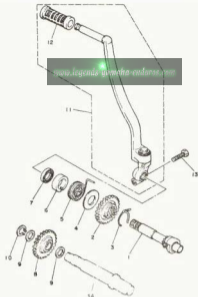

Bild 141
Kickstarteinheit (Bauteil 11 in Bild 141) versetzt die Kickstartwelle in Drehung. Diese überträgt ihre Drehkraft auf das Kickstartzahnrad (2) mit 24 Zähnen. Das Zwischenrad (8) überbrückt mit seinen 25 Zähnen den Abstand zur Nabe des Kupplungskorbs, die ihrerseits ein Zahnrad mit 19 Zähnen trägt. Aus dieser Zahnpaarung ergibt sich eine Übersetzung ins Schnelle. Vom Kupplungskorb wird die Drehbewegung über die Zahnradpaarung des Primärtriebs im Verhältnis 19:68 erneut ins Schnelle übersetzt auf die Kurbelwelle übertragen. Das bedeutet, dass bei einmaliger Betätigung des Kickstarters (3,5 Umdrehungen der Kickstartwelle) die Kurbelwelle 2,3 Umdrehungen macht.
Zahnradrennstiel, Teil 3 in Bild 141